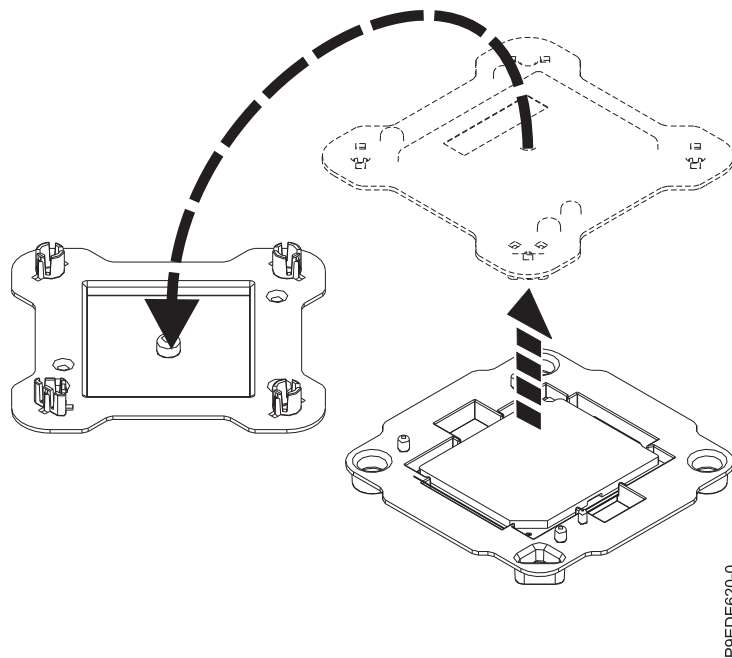

Figure 54. Ouverture de l'emballage du module de processeur système
2. Ouvrez l'emballage du nouveau module de processeur système et placez le couvercle à l'envers près du bac, comme illustré dans la figure 54, à la page 57. Le couvercle est utilisé pour le module de